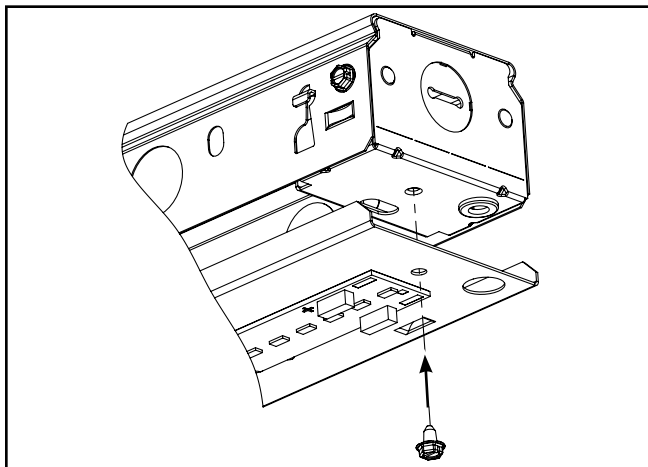

Figura 1.
3. Instale la cubierta del canal con los tornillos provistos (Figura 1.).